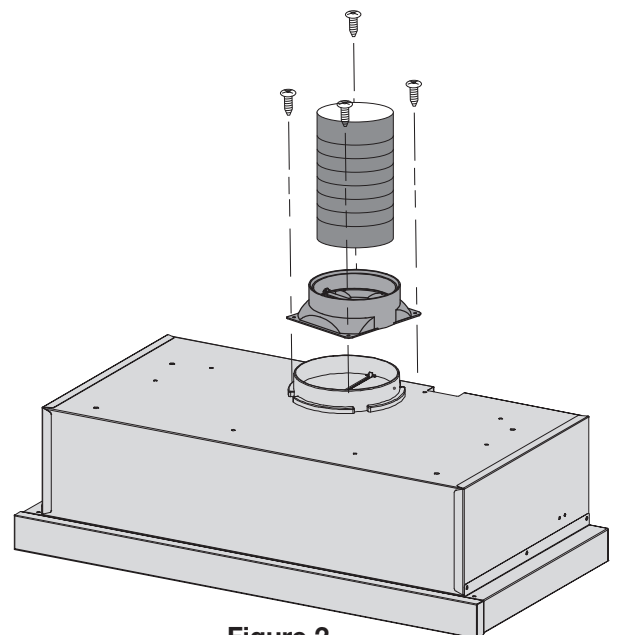

Figure 2
- Fixer la sortie d'air dans l'évent sur le dessus de la hotte (voir la figure 2).